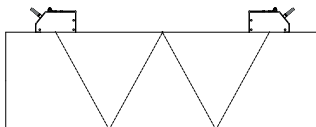

Abb. 3.8: 1 Strahl, 4 Schallwege, Reflexanordnung
- gerade, wenn die Messung in der Reflexanordnung durchgeführt wird (siehe Abb. 3.9 oder Abb. 3.8).
Weg, den das Ultraschallsignal zwischen den Sensoren zurücklegt - dem Sensor, der das Ultraschallsignal sendet und dem Sensor, der es empfängt. Ein Strahl besteht aus 1 oder mehreren Schallwegen (siehe Abb. 3.8 oder Abb. 3.9).